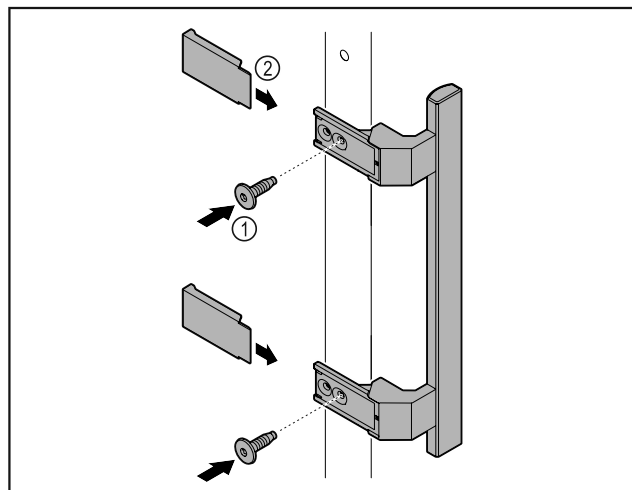

Fig. 9
- ▶ Paigaldage kaaspakist pärit käepide kaasasolevate kruvidega Fig. 9 (1) ukse külge.
- ▶ Pange kate Fig. 9 (2) peale.